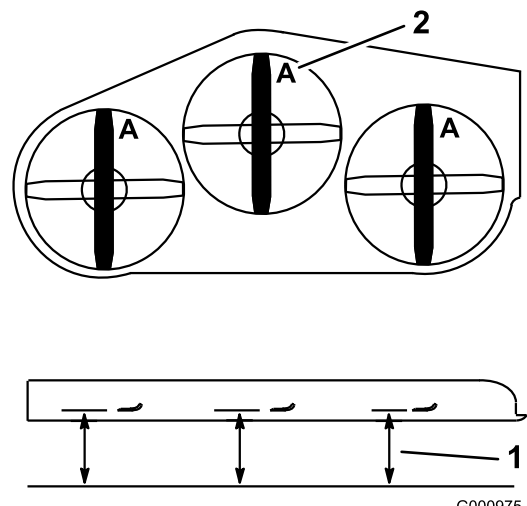

Figura 91
- Medir em **A** e desde a superfície nivelada até à aresta de corte das pontas das lâminas (Figura 91).